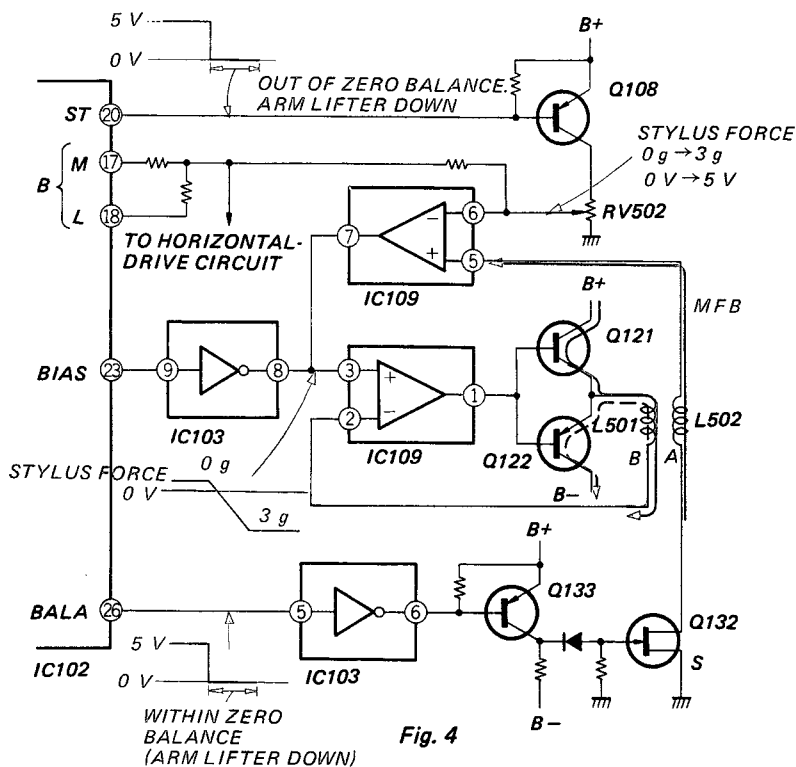

Fig. 4
**1-4-4. Tonearm Lifting Circuit (see Fig. 4):**